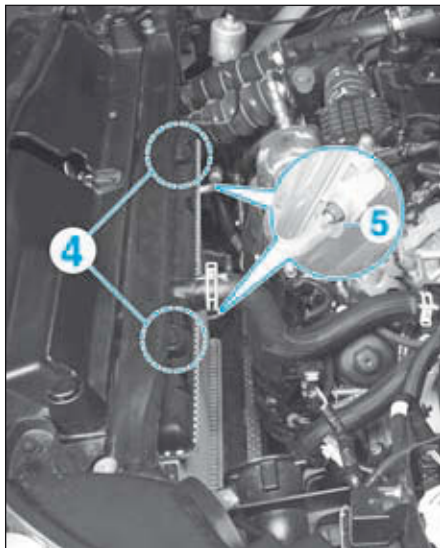

FIG.7
- Débrancher les fixations (4) du radiateur de refroidissement (Fig.7).
- Débrancher les raccords (5) des canalisations de climatisation sur le condenseur.